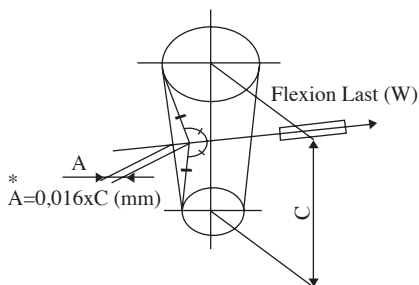

Abbildung 2 Riemenspannung
2. Régler la tension de la courroie une flexion lorsque la charge est dans la gamme comme le montre la Figure 2 et le Tableau 2 à la flexion correspondant. ( $A=0,016 \times C$  mm)